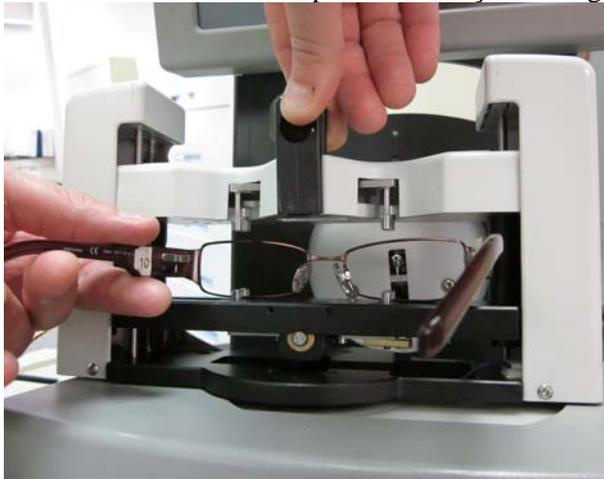

Figura 3.1a:Inserindo uma armação
2. Segure a armação que será montada pelas têmporas, como exibido abaixo na Figura 3.1a. Posicione o aro inferior do olho da armação sobre e entre os pinos inferiores de aperto.